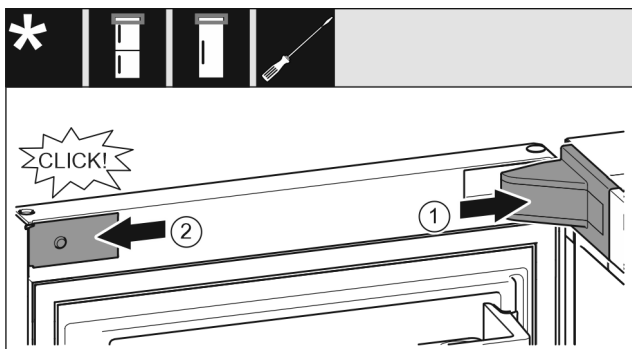

Fig. 23
- ▶ Afdekking van de lagerbus aanbrengen en vastklikken, en indien nodig, voorzichtig uit elkaar drukken. *Fig. 23 (1)*
- ▶ Paneel zijdelings aanbrengen en vastklikken. *Fig. 23 (2)*